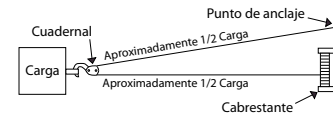

Figura 5
2. PARA LAS CARGAS MAS GRANDES, SE RECOMIENDA EL USO DE UN CONJUNTO DE CUADERNAL Y GANCHO PARA PONER EL CABLE METALICO CON CUERDA DOBLE (Vea la Figura 5). Esto reduce la carga en el cabrestante y el esfuerzo en el cable metálico aproximadamente 50%. No enganche de vuelta al cabrestante. Siempre asegure el gancho hasta un punto que sea lo suficientemente resistente como para llevar la carga.